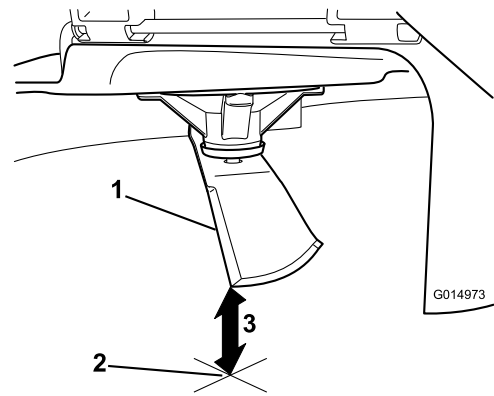

Рисунок 67
3. Відміряйте відстань від кінчика ножа до пласкої поверхні (**Рисунок 67**).